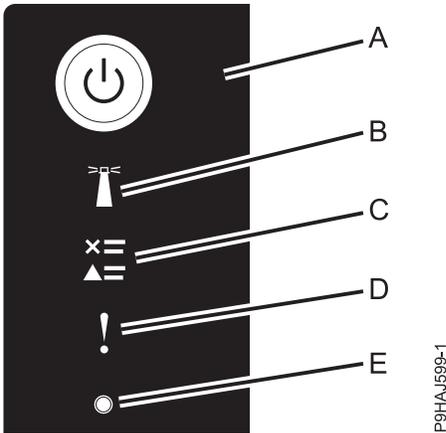

Figure 35. Voyants du panneau de commande
- Le voyant d'alimentation (A) clignote, comme indiqué dans la figure suivante.
3. Appuyez sur le bouton de mise sous tension (A) du panneau de commande, comme indiqué dans la figure 35.